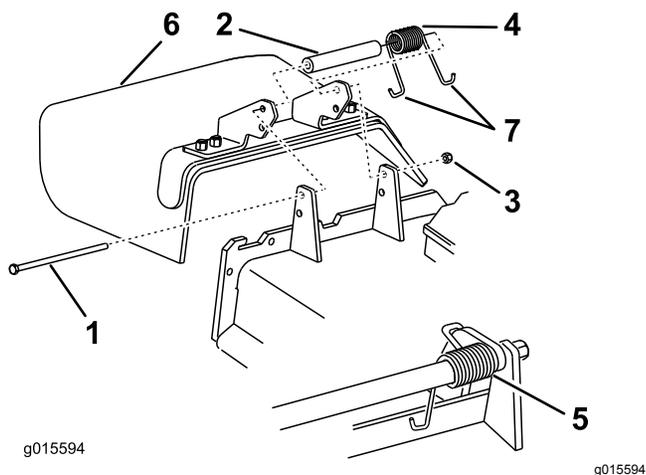

Figura 107
1. Togliete il dado di bloccaggio, il bullone, la molla e il distanziale che fissano il deflettore alle staffe orientabili del tosaerba (Figura 107).
2. Togliete il deflettore di sfalcio se è danneggiato o consumato (Figura 107).
Nota: Verificate che un'estremità a gancio J della molla si trovi dietro il bordo del piatto di taglio prima di montare il bullone, come illustrato nella Figura 107.
6. Infilate l'estremità a gancio J della molla attorno al deflettore dello sfalciamento (Figura 107).